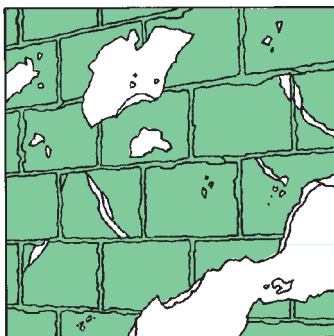

fig. 3.1.2
- Vecchie murature da risanare con presenza di pitture esistenti (fig. 3.1.2).